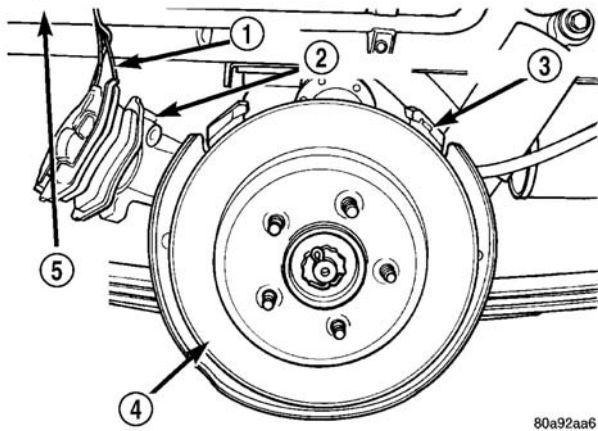

图 25 正确支撑的制动钳
(5) 支撑制动钳以防制动钳的重量损伤柔软的制动软管（图 25）。